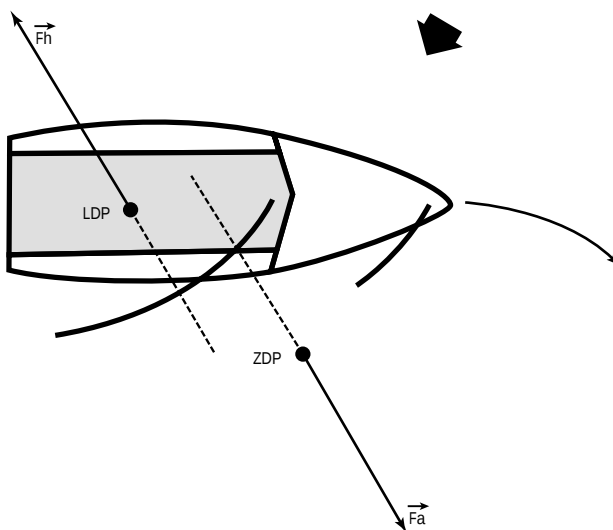

Fig. 108: lijgierige boot
2. de boot is lijgierig (fig. 108):